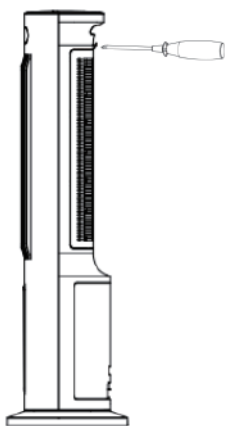

Fig.1
1. Come indicato in Fig.1, aprire prima lo sportello del serbatoio dell'acqua nella parte superiore dell'elettrodomestico, quindi aggiungere lentamente acqua dal serbatoio superiore, evitando di versarla troppo velocemente per prevenire eventuali fuoriuscite verso i componenti elettrici all'interno dell'apparecchio, situazione che potrebbe causare pericoli. Smettere di aggiungere acqua quando il livello raggiunge la linea "max".